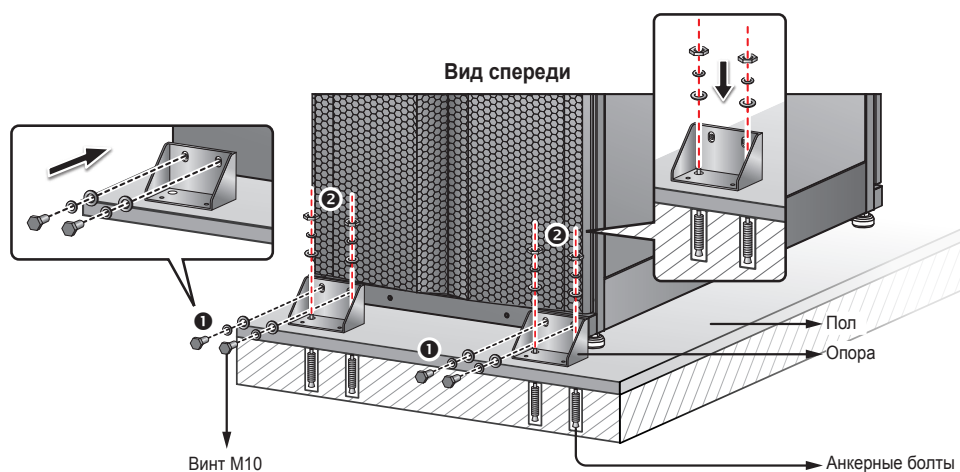

Рис. 5-2. Установка опор спереди
- 3) Торцевым ключом на 16 мм отверните 4 винта M10 ① и снимите с поддона две опоры, фиксировавшие ИБП при транспортировке. Прикрепите две опоры этими винтами к ИБП спереди и снимите с поддона две опоры, фиксировавшие ИБП при транспортировке. Прикрепите две опоры этими винтами к ИБП спереди. Для фиксации ИБП прикрепите опоры к полу анкерными болтами ② с гайками. Анкерные болты приобретаются отдельно. См. **Рис. 5-2**.